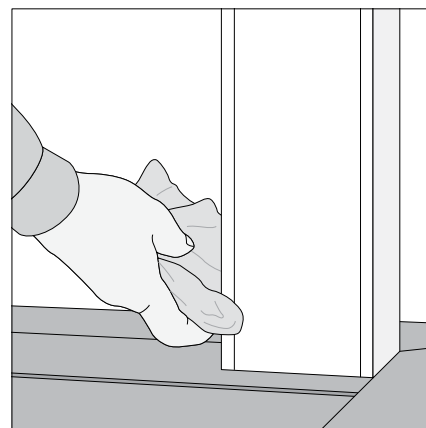

Fig. 3b
- Deslice cuidadosamente su mano hacia arriba a lo largo de la cara del panel suelto para que este encaje en su lugar a lo largo de toda la envoltura de para columnas KLEERWrap. Limpie el exceso de adhesivo de las juntas con un trapo limpio (**Fig. 3b**).